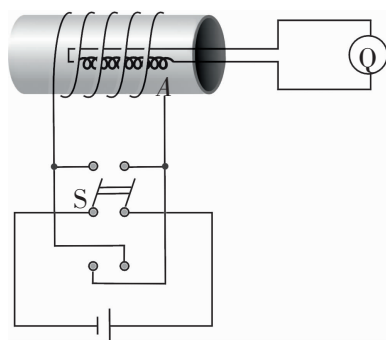

图 1-8
- (1) 闭合开关  $S$  后, 求通过  $R_2$  的电流大小和方向.
- (2) 闭合开关  $S$  一段时间后又断开, 问  $S$  断开后通过  $R_2$  的电量是多少?
8. 图 1-8 是一种测量通电螺线管中磁场的装置, 把一个很小的测量线圈  $A$  放在待测处, 线圈与测量电量的电表  $Q$  串联. 当用双刀双掷开关  $S$  使螺线管的电流反向时, 测量线圈中就产生感应电动势, 从而引起电荷的迁移, 由电表  $Q$  测出该电荷电量  $q$ , 就可以算出线圈所在处的磁感应强度  $B$ . 已知测量线圈共有  $n$  匝, 直径为  $d$ , 它和电表  $Q$  串联电路的总电阻为  $R$ , 求被测处的磁感应强度  $B$ .